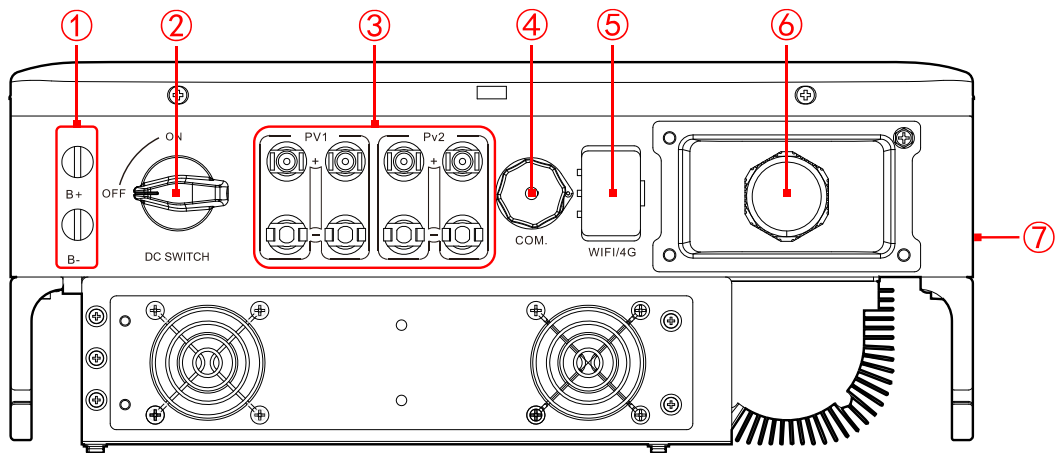

Figura 2-5 Layout da parte inferior
Os terminais externos estão todos localizados na parte inferior do inversor, incluindo a entrada fotovoltaica, a saída CA, o interruptor CC e a interface de comunicação, etc., como exibido na Figura 2-5.
O interruptor CC (como exibido no ② da Figura 2-5) conecta o inversor com o cabo fotovoltaico.